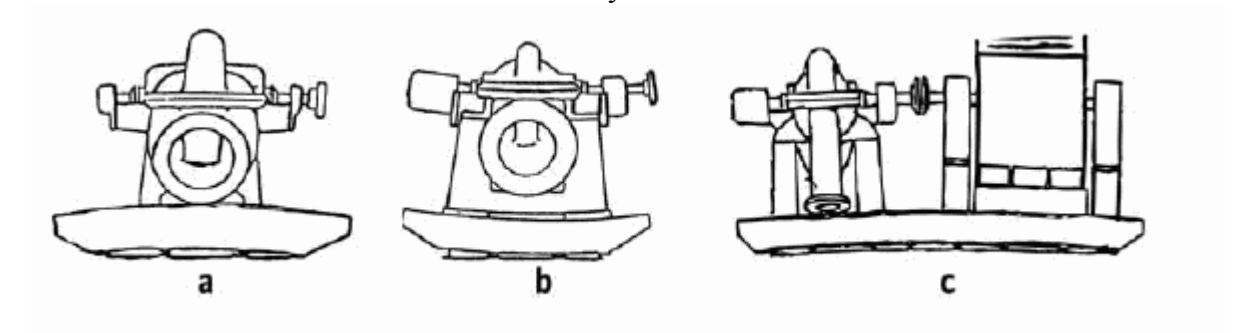

Рисунок 3
- Рис. 3 Примеры повреждения/деформации фундаментов